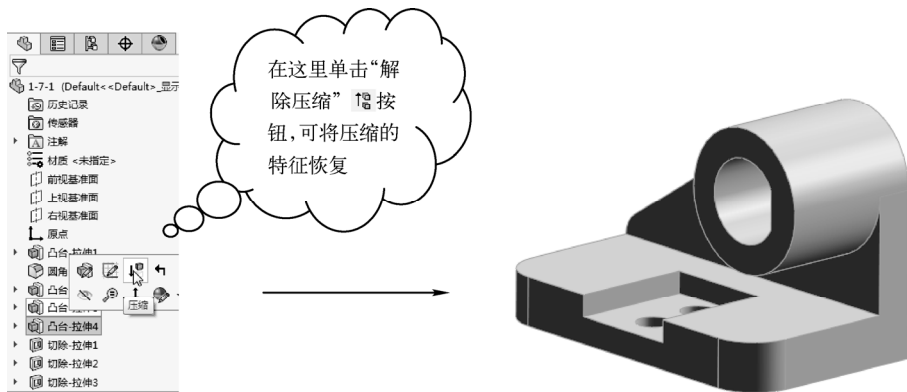

图 1-59 “压缩”特征操作
STEP 9 取消基准面的显示，单击 FeatureManager 模型树中的“凸台-拉伸 4”特征，在弹出的工具栏中单击“压缩”按钮，将特征压缩，如图 1-59 所示。